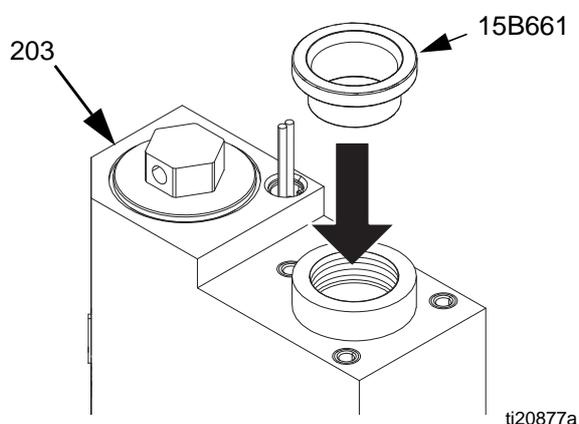

FIG. 28
- a. Installer le nouveau joint en coupelle (225) sur la tige de piston (223) en orientant les lèvres vers la tige.
- b. Installer le joint à soufflet de piston (226) sur la tige de piston (223) en orientant l'extrémité rainurée vers le centre de la tige de piston.
- c. Installer la vanne du piston (222) sur la tige de piston (223). Serrer à un couple de 33 à 41 N•m (24 à 30 pi-lb).
2. Pour protéger les joints des filetages tranchants, placer l'outil 15B661 d'installation du joint dans l'alésage du presse-étoupe. Voir FIG. 28.
8. Remettre l'écrou de retenue (235). Voir FIG. 28.